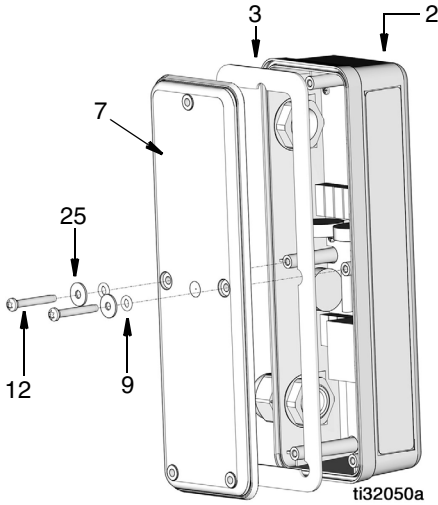

FIG. 4
5. Quite los dos tornillos (12), las arandelas (25) y la junta tórica (9) de la tapa del PAC (7) y desmonte la tapa y la junta (3) del alojamiento del sistema eléctrico del PAC (2) (FIG. 4).